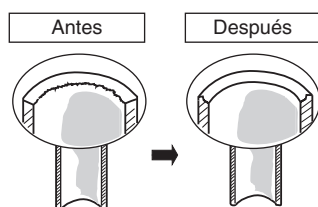

Fig. 5-1
- (1) Corte el tubo de cobre a la longitud necesaria con un cortador de tubos. Se recomienda cortar aprox. de 30 a 50 cm más largo que la longitud del tubo estimada.
- (2) Extraiga las rebabas del extremo del tubo de cobre con un escariador de tubos o una lima. Este proceso es importante y debe hacerse con cuidado para conseguir un buen abocardado. Cerciórese de impedir que entre cualquier contaminante (humedad, suciedad, virutas metálicas, etc.) en la tubería. (Figs. 5-1 y 5-2)